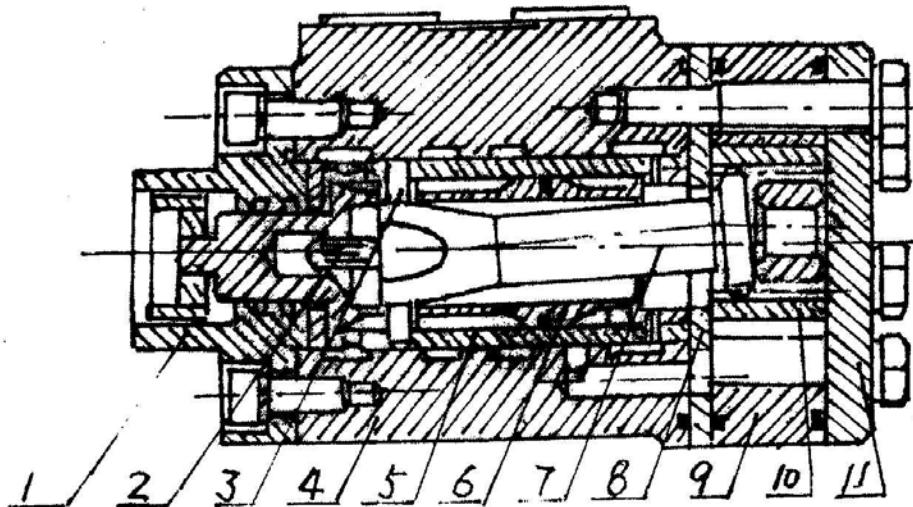

Рис.11. Схема гидравлического рулевого механизма.
- а).Структура гидравлического рулевого механизма показана в Рис. 11. Ротационный клапан сервопривода, состоит из клапана (7), втулки клапана (6) и корпуса клапана (5), контролирует направление потока гидравлического масла. Статор (9) и ротор (10) составляют пару циклоидального зубчатого зацепления, которое функционирует как клапан управления потоком, который перегоняет гидравлическое масло в управляющий цилиндр, где находится в непосредственном соотношении с углом поворота рулевого колеса. Сцепление стержня (8) передает врачающий момент.